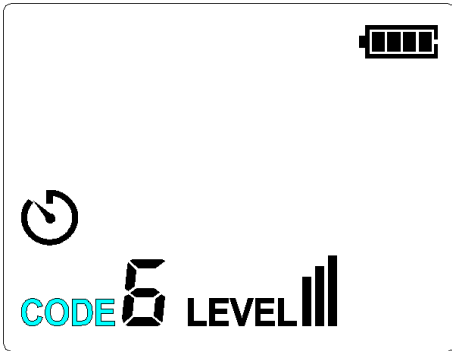

Abbildung 6.1.1b CODE erhöhen
3. Wenn das CODE-Symbol blinkt, drücken Sie kurz die Auf/Ab-Taste, um den Code auf 0, 1, 2, 3, 4, 5, 6 oder 7 einzustellen. Der Standardcode ist 5. wie in Abbildung 6.1.1b und 6.1.1c dargestellt.